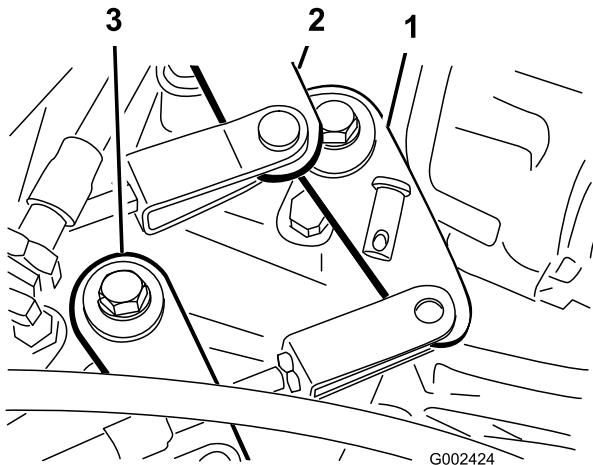

Bild 55
2. Nehmen Sie die Lastösenbolzen ab, mit denen die Schaltzüge an den Getriebeschalthebeln befestigt sind (Bild 55).
1. Nehmen Sie die Lastösenbolzen ab, mit denen das Kabel (schneller/langsamer Gang) am Getriebe befestigt ist (Bild 55).